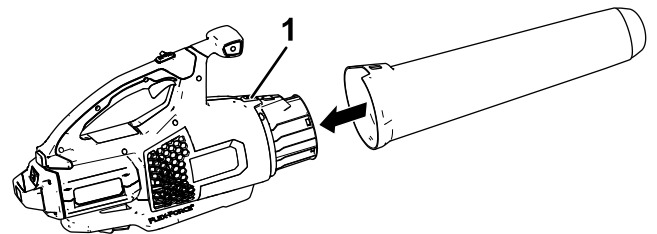

Figura 5
2. Deslice el tubo del soplador sobre la carcasa del soplador. Puede ser necesario presionar hacia abajo sobre el cierre del tubo para que el tubo del soplador encaje en su sitio (Figura 5).